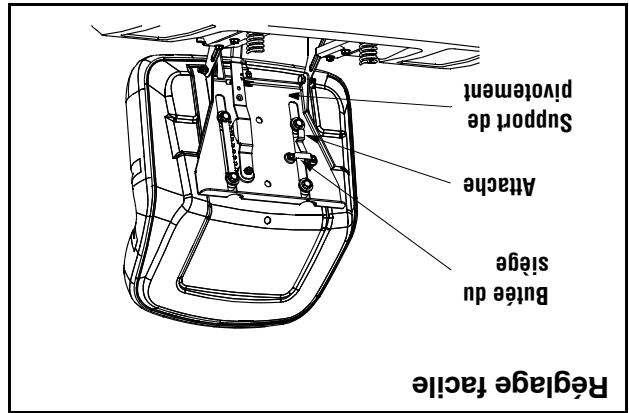
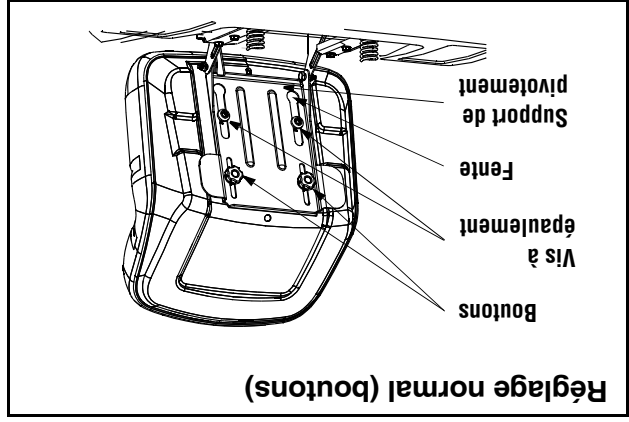

Figure 3
Figure 4
REMARQUE: Si le siège était installé à l'envers sur l'attache qui se trouve sur la butée du siège et le support de pivotement pour l'expédition, tirez sur la butée pendant que vous dégagez le siège du support de pivotement. Voir la Figure 3.
- Glissez le siège jusqu'à ce que la rondelle d'espacement avant du siège s'imbrique dans la butée. Voir la Figure 3.
- Placez les vis à épaulement (qui se trouvent sur la base du siège) dans les fentes du support de pivotement du siège. Voir la Figure 4.
- Choisissez la position du siège et maintenez-le en place avec les deux boutons retirés plus tôt. Voir la Figure 4.
Référez-vous à la Figure 3 et la Figure 4, identifier le style de siège de votre tracteur et suivre les instructions applicables.